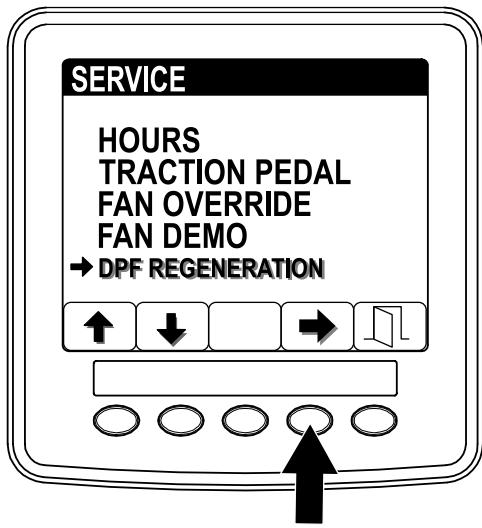

Рисунок 35
- Перейдите к меню Service (Техобслуживание) и нажмите кнопку 1 или 2 для прокрутки к опции DPF REGENERATION (РЕГЕНЕРАЦИЯ DPF) (Рисунок 35).
- Нажмите кнопку 4 для выбора позиции DPF Regeneration (Регенерация DPF) (Рисунок 35).